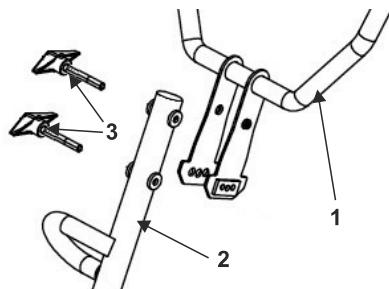

Рис.4 Установка ручек управления
6. Установите рукоятки управления 1 на подставку 2 (рис. 4). Совместите отверстия в ручках и стойке, вставьте болты 3 и затяните их до упора (рис.4).